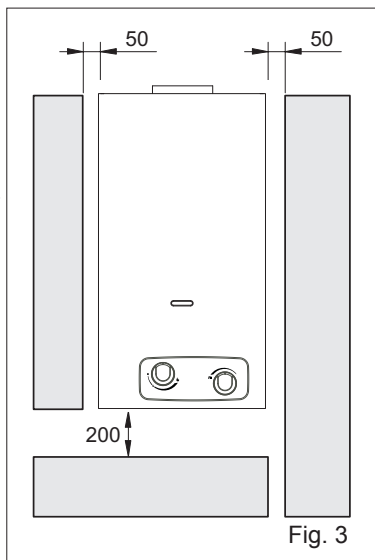

Fig. 3
- Om het toestel te kunnen onderhouden moeten de minimale afstanden rondom het apparaat, in fig. 3 aangegeven, in acht worden genomen.